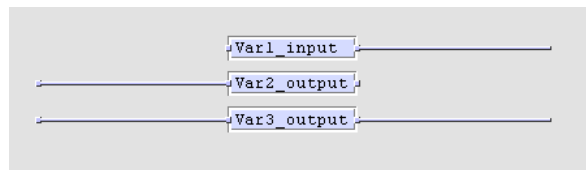

Abbildung 95: Richtung von globalen Variablen
- Die Richtung der Variable wird anhand ihrer graphischen Repräsentierung bestimmt, wie in Abbildung 95 gezeigt.